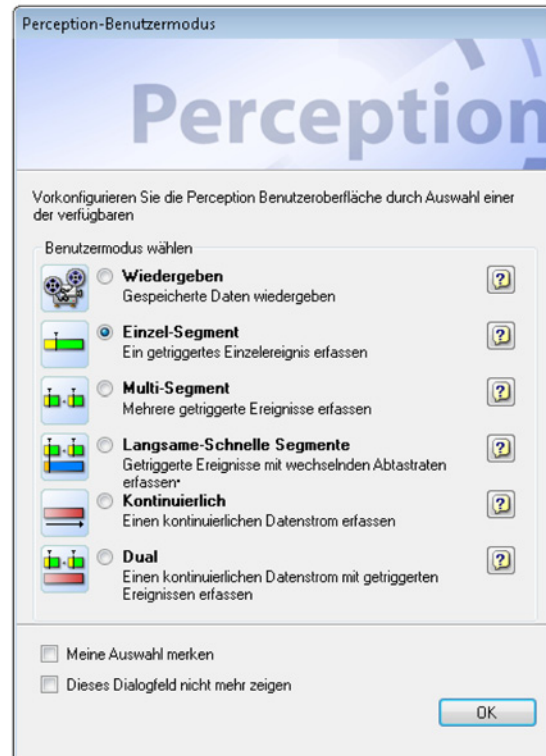

Abbildung 3.1: Das Dialogfeld Perception-Benutzermodus
- 2 Perception wird das Auswahldialogfeld Benutzermodus bieten (siehe Abbildung 3.1):